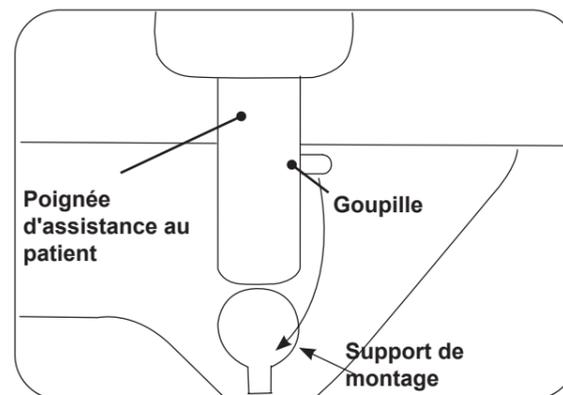

Figure 22. Poignée d'assistance au patient
3. Alignez la goupille de la poignée d'assistance au patient avec la fente correspondante sur le côté de la table. Voir Figure 22 .